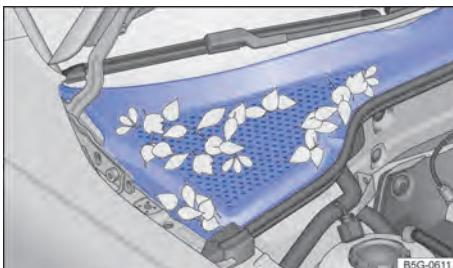

Fig. 204 Entre o compartimento do motor e o para-brisa: caixa de água (representação esquemática).
- A caixa coletora de água está localizada no compartimento do motor, entre o para-brisa e o motor e sob uma cobertura perfurada → **Fig. 204**. O ar ambiente é sugado da caixa coletora de água para o interior do veículo por meio do sistema de aquecimento e ventilação ou do ar-condicionado.